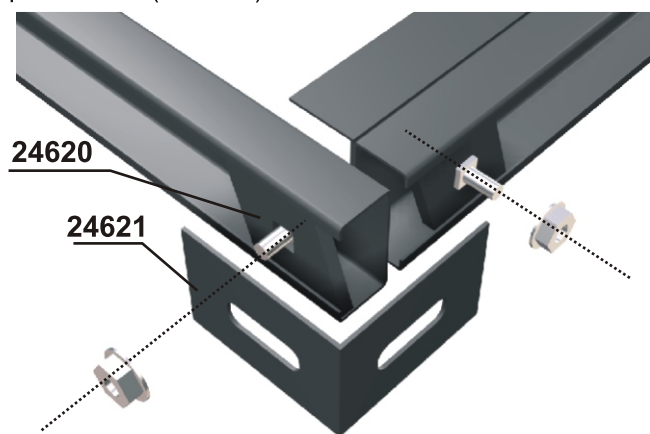
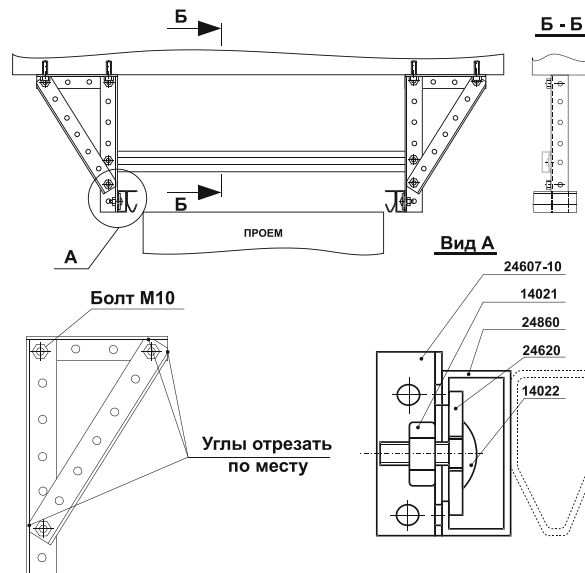

Рис. 8.1. Схема крепления концов направляющих и горизонтальной планки.
Рис. 8.2. Крепление монтажного уголка.
Крепление концов направляющих осуществляется с помощью установочного профиля 52x52 (15), закладной пластины и болтов М10 с гайками, как показано на рис. 8.2. Размеры установочного профиля зависят от расстояния между горизонтальными направляющими и потолком. Монтажные уголки отрезаются и собираются на месте монтажа. Горизонтальная планка выполняется из с-образного профиля (13) и крепится к концам горизонтальных направляющих с помощью закладной пластины, болтов с гайками М10 и углового кронштейна (Рис. 8.1).